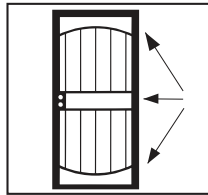
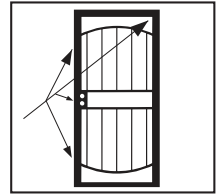

FIGURE 3
FIGURE 6
3. Ubique la puerta de seguridad en frente casa (Fig. 6). de la apertura a la altura deseada, asegurándose de que la puerta de seguridad esté vertical (plomada). Determine el lugar a perforar marcando con un lápiz a través de los orificios pretaladrados en la jamba del lado del seguro (Fig. 3).
6. Monte la jamba del lado del seguro a la jamba del marco de la puerta. Perfore los orificios. Sujete la jamba del lado del seguro a la casa, usando los tornillos tirafondo de seguridad de una vía. Esta vez, ajuste los tornillos tirafondo sólo hasta la mitad. Cuando esté satisfecho con la posición y el funcionamiento de la puerta de seguridad, ajuste firmemente los tornillos tirafondo a la casa (Fig. 6).